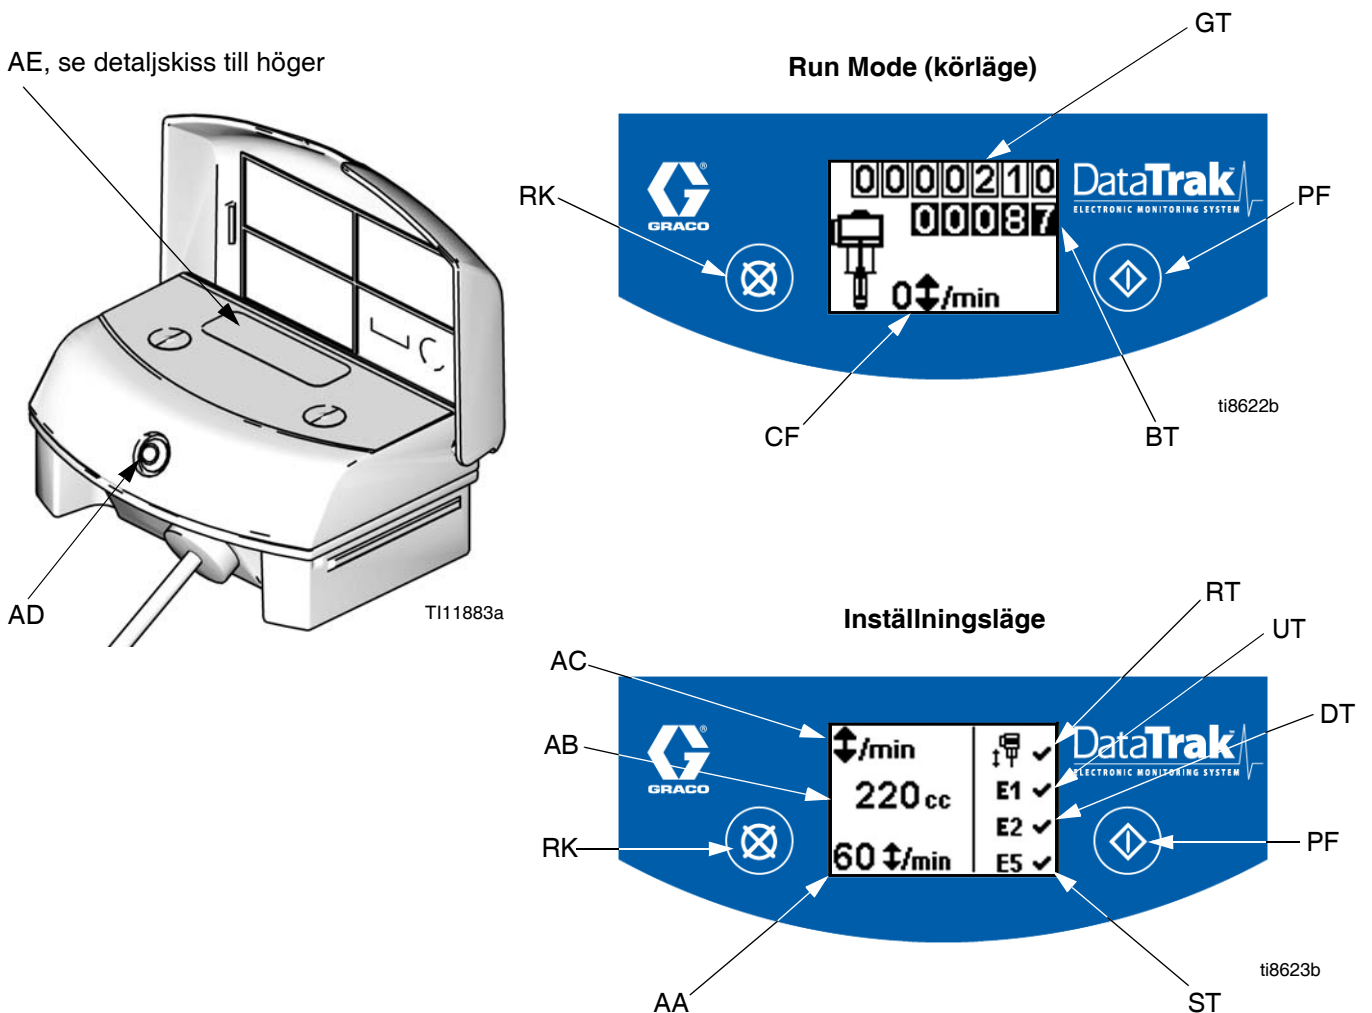

FIG. 9. Reglage och indikatorlampor på DataTrak
Beteckningar för Fig. 9
1. Se FIG. 9. Håll inne  i fem sekunder tills inställningsmenyn visas.
ANM: När rusningsbegränsningen och felalternativen E1, E2 och E5 är aktiverade visas ✓ på inställningsbilden. Se FIG. 9.
1. Se FIG. 9. Om pumpen rusar aktiveras rusningsventilen och pumpen stoppas. Lysdioden (AD) blinkar och på displayen (AE) visas att pumpen rusat (se Tabell 1). Displayen kommer att cykla igenom sex instruktionskärmar.
2. Rusningskärma 1 och 2: Stäng huvudluftkranen (U) för att återställa solenoiden för rusning. Vänta på att luften helt ska avluftas från luftmotorn.
5. Öppna huvudluftkranen (U) för att starta om pumpen.
ANM: Gå in i inställningsläge och ställ in rusningsvärdet 0 (noll) eller växla (RT) till av  (se FIG. 9).
1. Se FIG. 9. Tänd displayen med någon knapp och tryck sedan på . Symbolen för luftning/renspolning visas på displayen och lysdioden blinkar
2. I läge flödning/renspolning är rusningsskyddet och satssummeringen (BT) avstängda. Summeringen (GT) fortsätter att räkna.
Se FIG. 9. Sista siffran på satssummeraren (BT) anger tiondels gallon eller liter. Tänd displayen med någon knapp och tryck sedan och håll in  i tre sekunder så nollställs räknaren.
Se FIG. 9. Displayen (AE) släcks efter en minut i driftläge och tre minuter i inställningsläge. Tryck på någon knapp så att displayen tänds.
DataTrak upptäcker många olika problem med pumpen. När monitorn upptäcker ett fel blinkar lysdioden (AD, FIG. 9) och en felkod visas på displayen. Se Tabell 1.
| | E-4 | Service på komponent 1 (endastenheter med rusningsskydd) | Problem med att stoppa rusning. | <ul style="list-style-type: none"> Solenoiden är skadad. Ventilslåden är skadad. Rusningsskydd (RT, FIG. 9) kan aktiveras med pumpar som inte är utrustade med en solenoid för rusning. Gå till inställningskärmen och inaktivera rusningsskydd. |
| | E-6 | Säkring löst ut | Säkringen har löst ut. Byt ut säkring; se sidan 31. | <ul style="list-style-type: none"> Trasig solenoid eller trasigt kablage. För hög temperatur (över 60 °C [140 °F]). Rusningsskydd (RT, FIG. 9) kan aktiveras med pumpar som inte är utrustade med en solenoid för rusning. Gå till inställningskärmen och inaktivera rusningsskydd. |